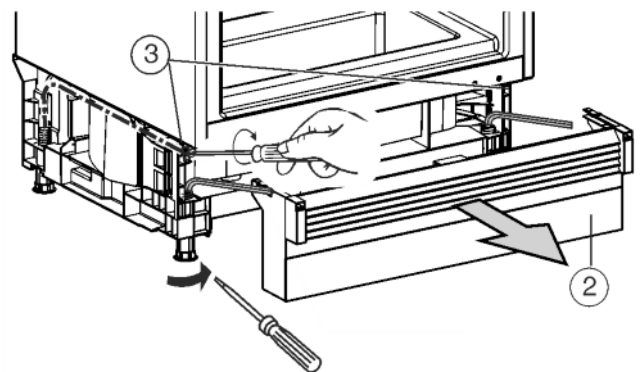

Fig. 8
- ▶ Apparaat over de stelpoten recht staand uitlijnen: Achterste stelpoten door middel van schroeven Fig. 8 (3) eruit schroeven. Als de voorste stelpoten eruit gedraaid zijn, met een schroevendraaier draaien. Als de voorste stelpoten erin gedraaid zijn, de stelpoten met een inbusleutel 8 mm eruit schroeven. Het apparaat moet in de nis, tussen vloer en aanrecht, worden ingeklemd!